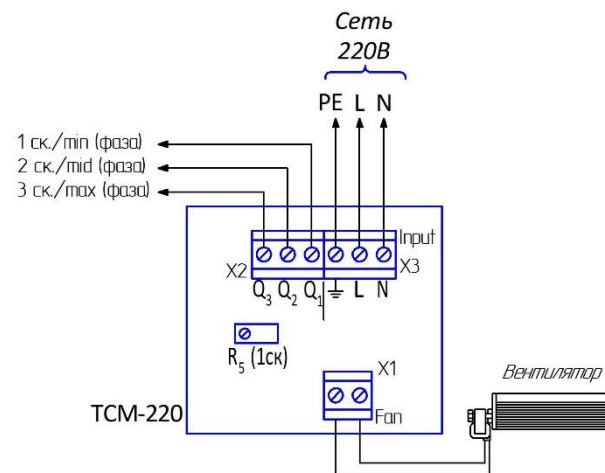

Рис. 2. Схема подключения модуля TCM-220
4. Проверить регулирование вентиляторов на всех скоростях. При необходимости откорректировать обороты минимальной скорости потенциометром  $R_5$  (см. рис.2). *Вентилятор не должен останавливаться на минимальных оборотах.*